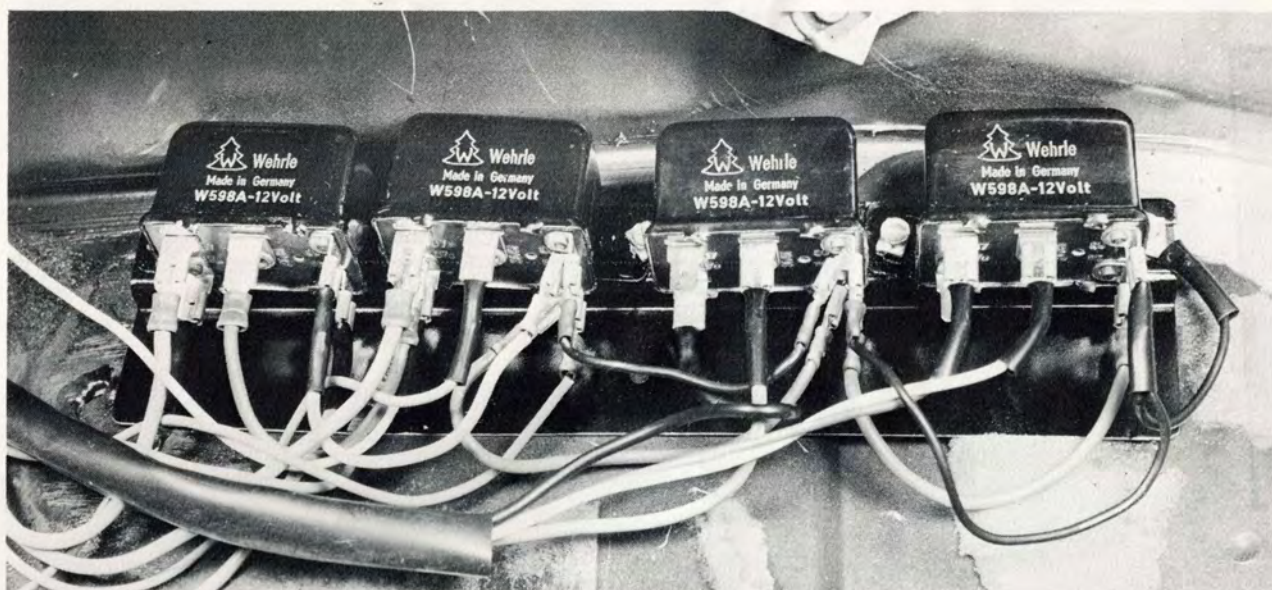

Bild 7
Märk upp och borra hål för reläkonsolen enligt bild 7.
10. Montera reläer med konsol. (Bild 7).